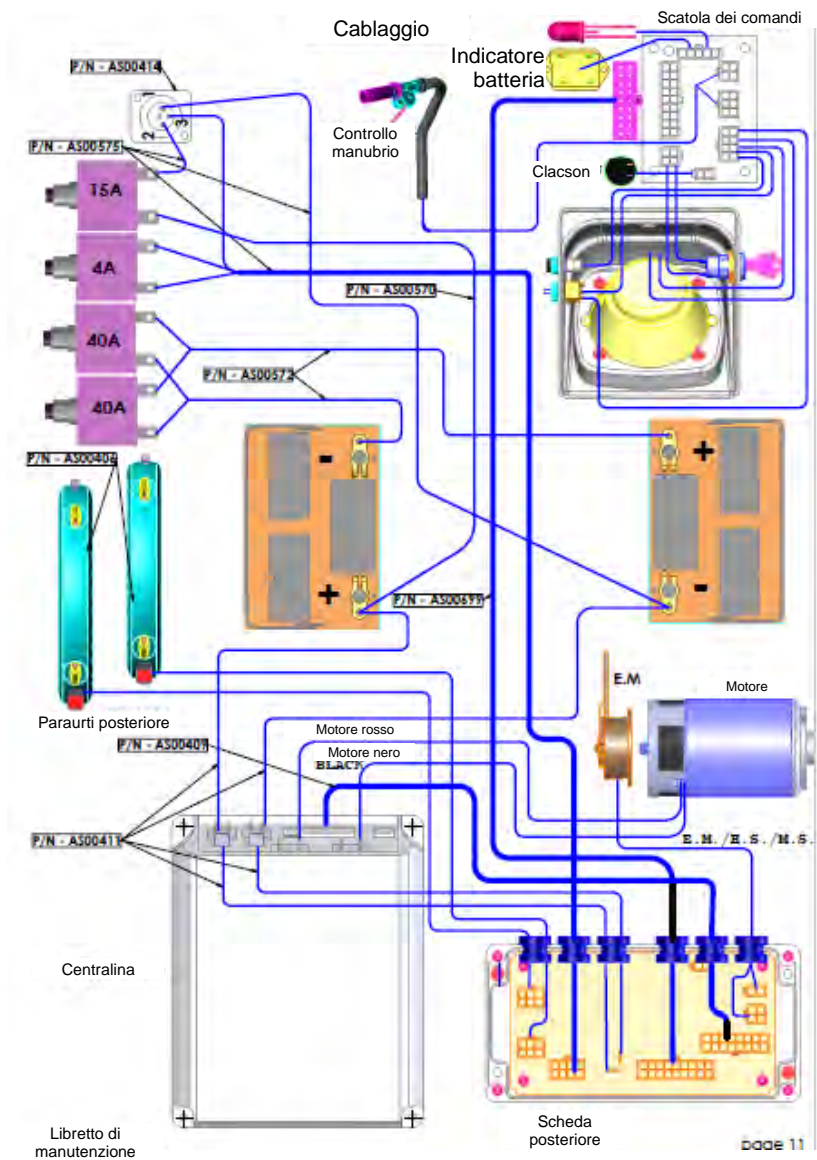

Figura 11
2. I numeri tra parentesi si riferiscono alle parti illustrate nella Figura 11.
Sostituire le batterie	Attenzione! Le batterie devono essere sostituite solo da professionisti qualificati. Avvertenza! Le batterie contengono un'elevata fonte di energia e possono generare scintille con conseguente rischio di incendio. Avvertenza! La manipolazione non corretta delle batterie può causare danni e lesioni. Per questa procedura fare riferimento alla Figura 12. 1. Rimuovere il cappuccio isolante da uno dei terminali della batteria. 2. Utilizzando una chiave da 10/13 mm, svitare il cavo dal terminale. Prestare attenzione che la chiave non tocchi nessun altro terminale o parte metallica per evitare il rischio di danni o lesioni. 3. Ripetere i passaggi 1 e 2 per tutti gli altri terminali. 4. Rimuovere le vecchie batterie e installare le nuove. 5. Collegare i cavi delle nuove batterie come illustrato nella Figura 11 (e sull'etichetta fissata vicino le batterie). 6. Avvitare bene i terminali e reinserire i cappucci isolanti.